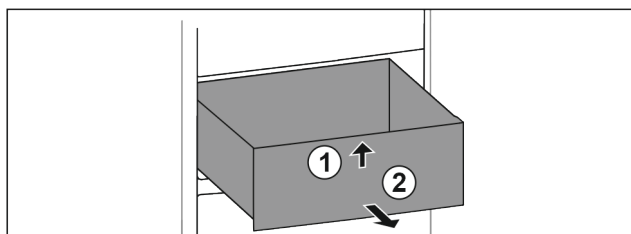

Fig. 62
► Nadzvedněte zásuvku vpředu. Fig. 62 (1)
► Vyjměte zásuvku dopředu. Fig. 62 (2)